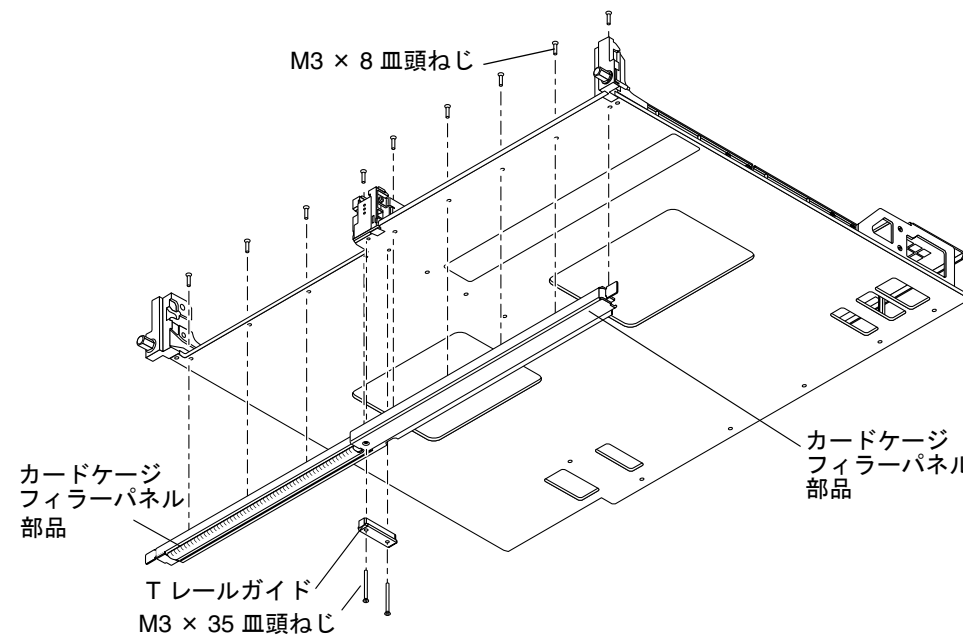

図 3 カードケージフィラーパネルの取り外し
4. 現在使用しているキャリアプレートからカードケージフィラーパネル部品を取り外し、脇に置きます。詳細は、図 3 を参照してください。